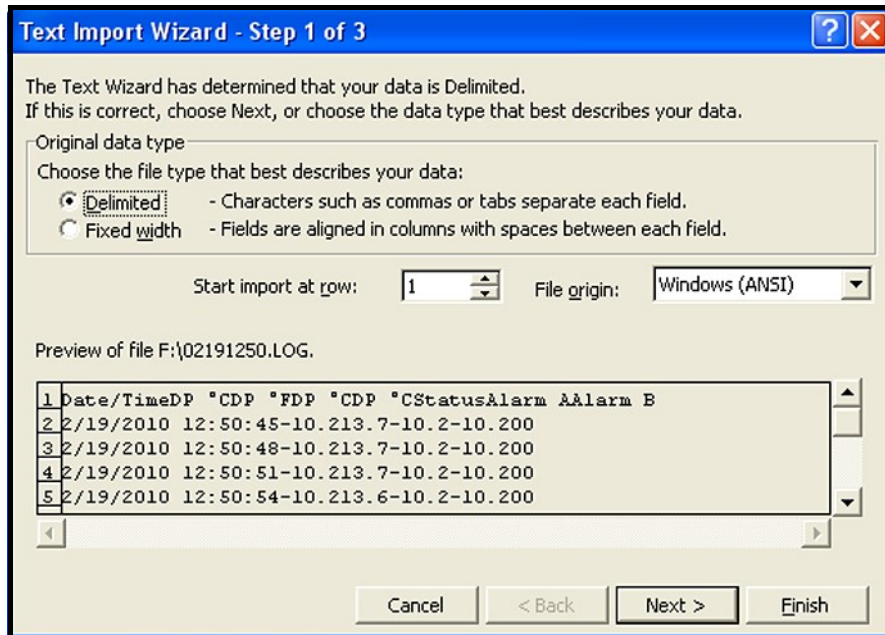

Figura 59: Asistente para importación de Microsoft Excel - Paso 1
1. Asegúrese de que el tipo de archivo se configure como *"Todos los tipos"* y abra el archivo de registro seleccionado haciendo doble clic en el nombre de archivo. Se abre una ventana similar a la que aparece en la *Figura 59* a continuación.